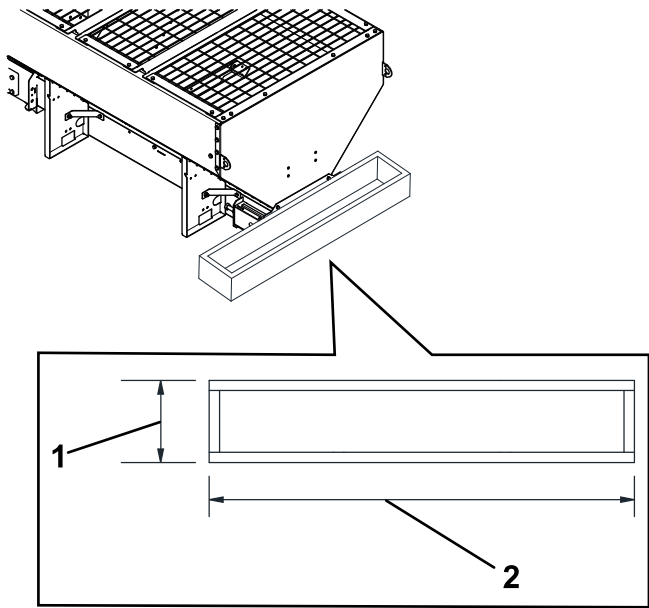

Figura 7
- Con la madera de 3.8" x 18.4 cm (1½" x 7¼"), construya el espaciador como se muestra en la Figura 7.